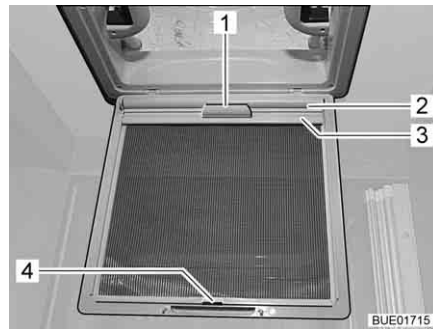

Bild 94 Verdunklungsrollo
- Verdunklungsrollo (Bild 94,2) am Griff (Bild 94,1) herausziehen und Halteleiste (Bild 94,3) in den Haken (Bild 94,4) am Insektenschutz einhängen.
- Halteleiste (Bild 94,3) vom Haken (Bild 94,4) lösen und Verdunklungsrollo (Bild 94,2) am Griff (Bild 94,1) langsam zurückführen.